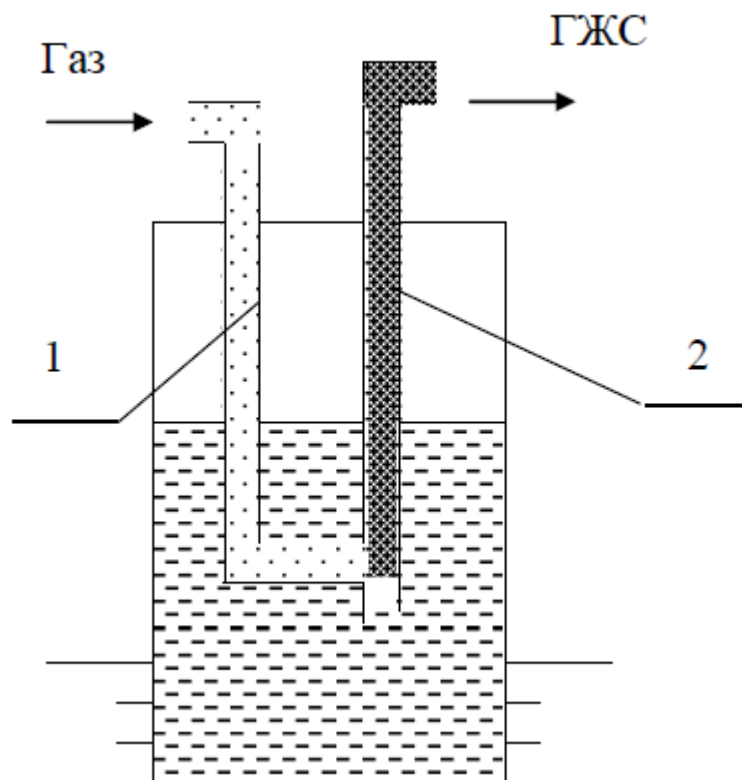

Рис. 1. Принципиальная схема газлифтного подъемника (лифт Поле)
4. На какую высоту поднимается продукция скважины на рис.1? Дать обоснование.
10. По результатам расчета строим индикаторную линию (рис. 1).